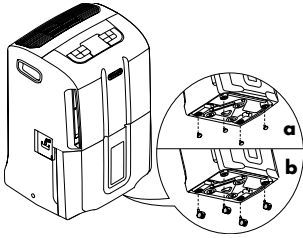

Fig. 1
- 2) Enlever les bouchons en caoutchouc de la base de l'appareil, en tirant avec force et éventuellement à l'aide d'une pince (voir figure 1/a).
- 3) Appliquer les roulettes en insérant les pivots de celles-ci dans les trous (voir figure 1/b).